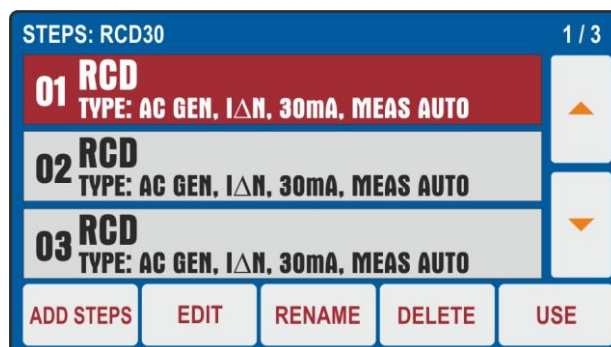

Fig. 20: Menú AUTOTEST – Inserción medidas en el Autotest
4. Pulse la tecla **EDIT (MODIFICAR)** para abrir el Autotest seleccionado e incluir los grupos de prueba deseados (**máximo 8 pruebas**) o bien para modificar uno existente (vea Fig. 20)